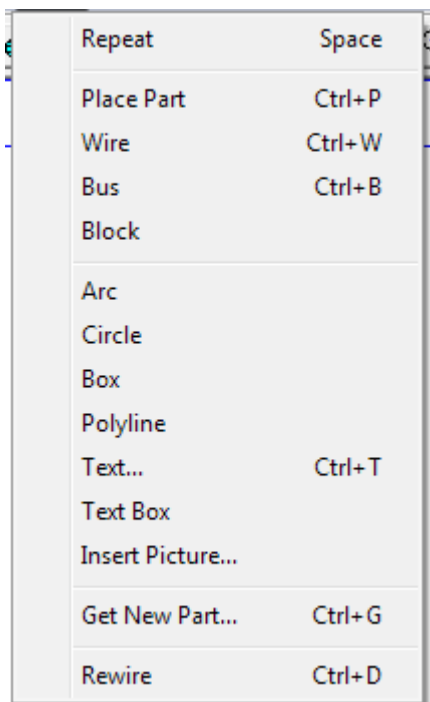
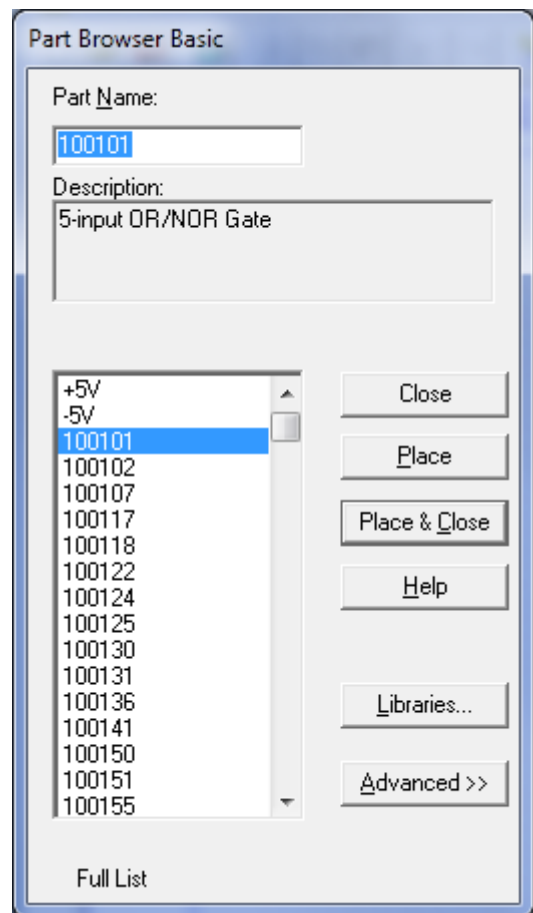

Рис. 12.4 Меню **Draw** редактора PSpice Schematics
Рис. 12.5. Вікно **Part Browser Basic**
3) Відкрийте показане на рис. 12.4 меню **Draw** (Креслити) і виберіть в ньому команду **Get New Part..** (Дістати новий компонент..). На екрані з'явиться діалогове вікно **Part Browser Basic** (Звичайний перегляд компонентів) або **Part Browser Advanced** (Розширений перегляд компонентів) - див. рис. 12.5 і 1.6.